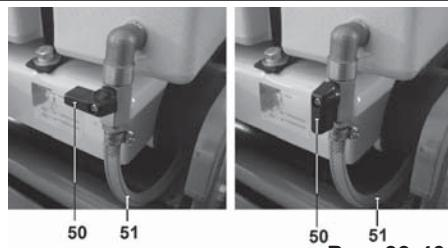
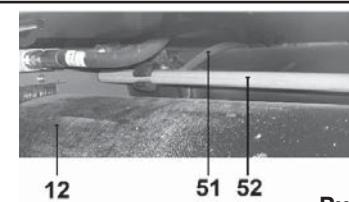

Рис. 39-40
Рис. 41
10.2. С помощью вентиля разбрьзгивателя (50) (Рис. 39-40) можно установить равномерное разбрьзгивание воды во время работы. Откройте вентиль подачи воды и убедитесь в том, что вода по шлангу (51) идет на каждый валец (12) из разбрьзгивателей (52) (Рис. 41).